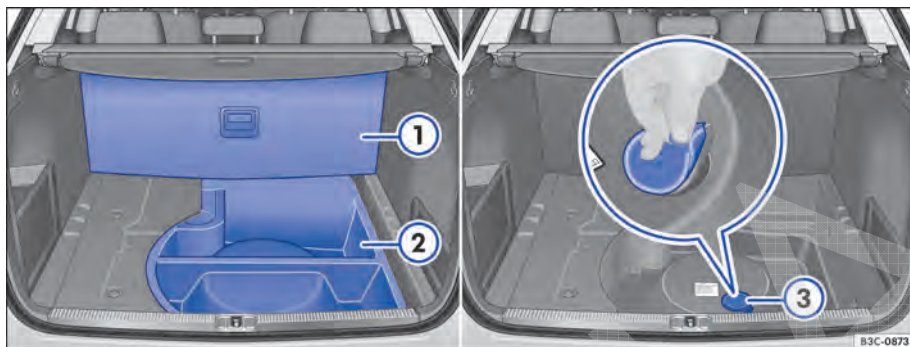
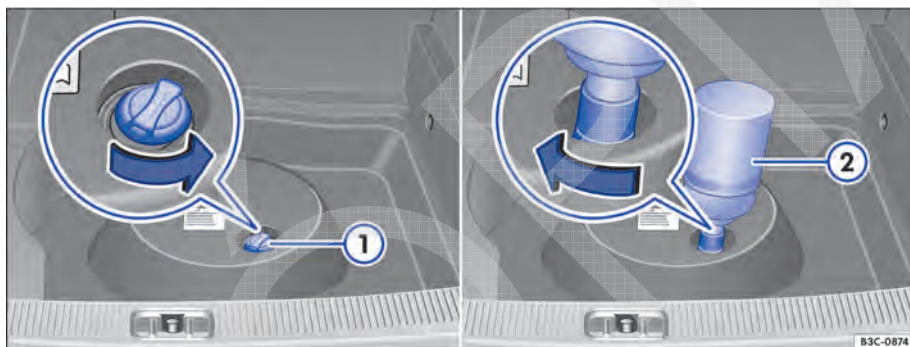

Fig. 218 Compartimento de bagagem com peça de espuma e reservatório de AdBlue.
Fig. 219 Embaixo da peça de espuma no compartimento de bagagem: tanque AdBlue com tampa do bocal de abastecimento e frasco de reabastecimento.
- Dobrar o revestimento do assoalho ⇒ Fig. 218 ① para cima e empurrá-lo para trás.
- Remover a peça de espuma ②.
- Retirar a vedação ③ do reservatório de AdBlue®.
- Girar a tampa do bocal de abastecimento do reservatório ⇒ Fig. 219 ① no sentido anti-horário.
- Girar a tampa do bocal de abastecimento do reservatório ① no sentido horário até que ela se encaixe.
- Inserir a vedação cuidadosamente ⇒ Fig. 218 ③.